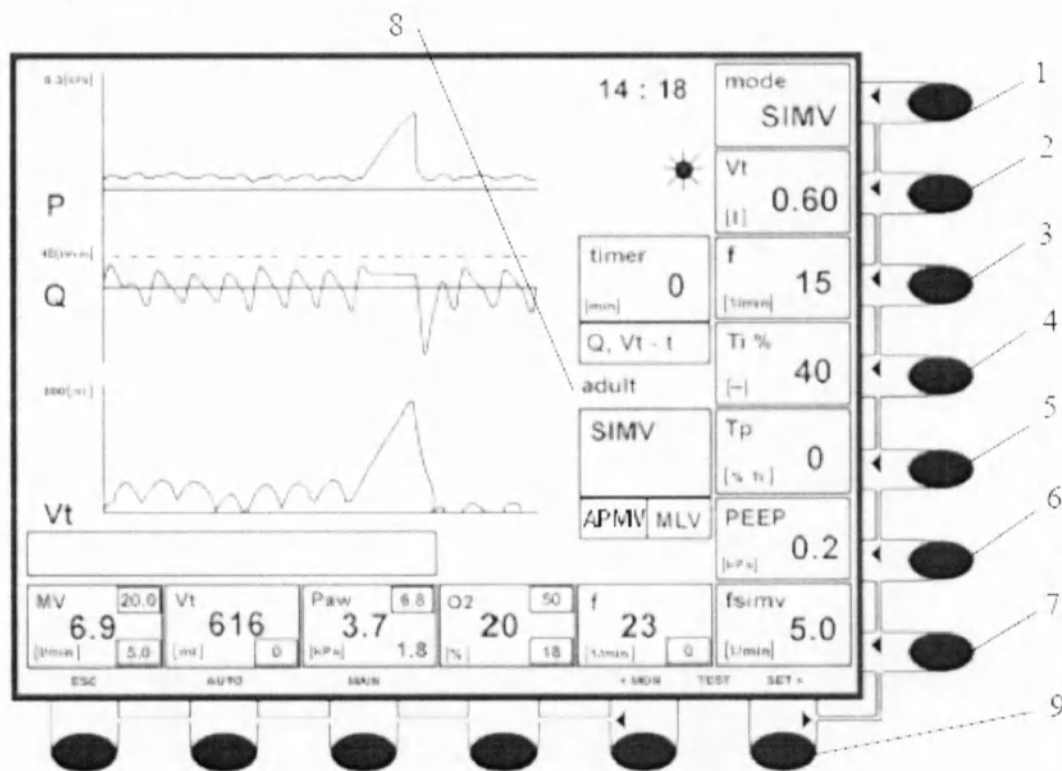

Рис. 31 А
1. Нажав клавишу «MODE», активируется функция редактирования вентиляционного режима, в нашем случае выбирается режим SIMV. После редактирования, нажав поворотной-нажимной манипулятор - ENTER, подтверждаем выбранный режим. Одновременно становятся доступными вентиляционные параметры, соответствующие режиму SIMV с аппаратными вдохами, управляемыми по объему, т.е. SIMV-v – см. рис. 31А.